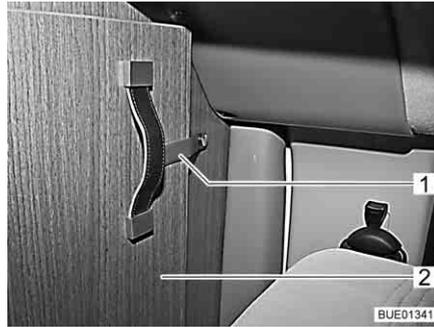

Fig. 55 Correia de segurança
- Desapertar a correia de segurança (Fig. 55,1) da parte articulada da separação da cabina do condutor (Fig. 55,2).